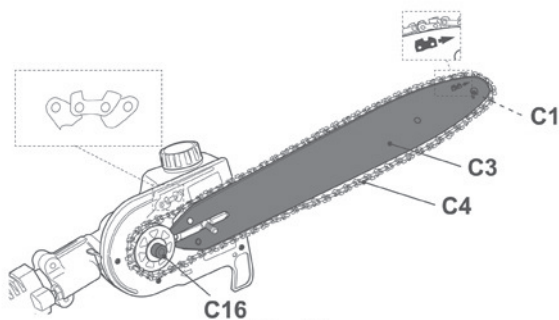

Fig. 15
- > O movimento da corrente é o indicado pela seta. Certifique-se de que a corrente está corretamente colocada sobre a roda dentada (C1) da guia (C3) (Fig. 15).